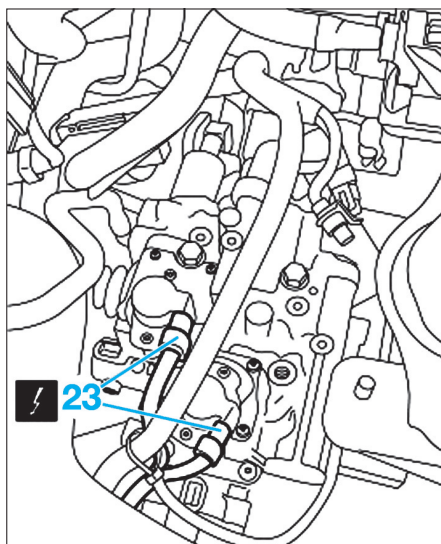

Fig. 53
- Débrancher les connexions électriques (23) des potentiomètres des capteurs de position embrayage ou enclenchement vitesses (Fig.53).